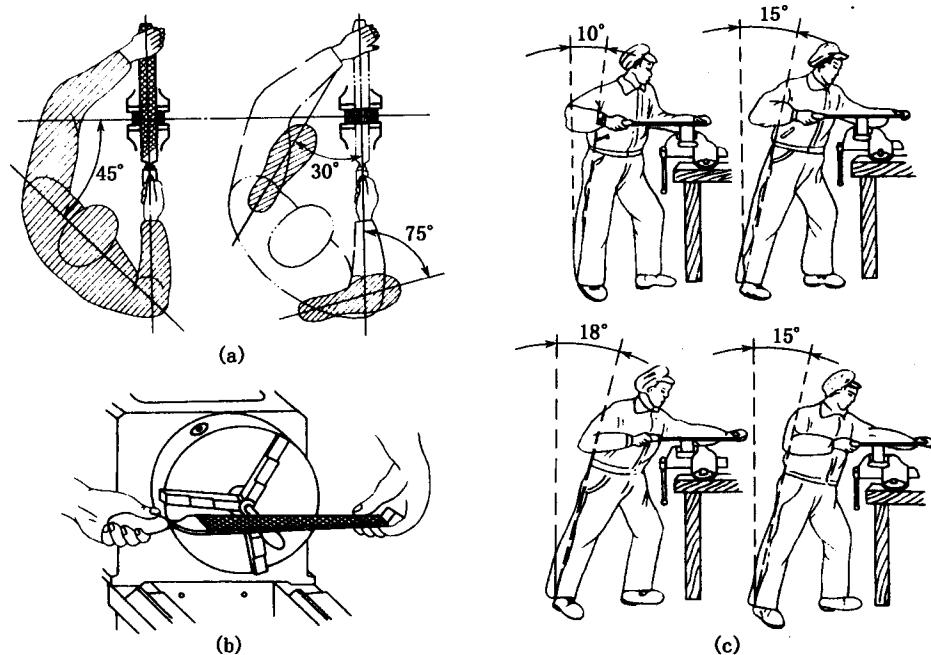

图 1-4 锉削姿势与动作要领
(1) 锉削姿势。钳工锉削时，操作者应选择适合自己身高的钳台，侧身站在钳台左侧，左脚在前略成弓步，右手握锉刀柄，左肩弯曲，左手依附在锉刀前端面上，将锉刀端平放在工件上面，如图 1-4 (a) 所示。
车工在车床用手锉刀修饰工件时，其姿势却与钳工有所不同。应为右脚靠前、左脚在后略成弓步；为了保证安全操作，避免卡盘或工件将衣袖缠绕而造成人身伤害，此时，应以左手握锉刀柄，右手依附在锉刀前端面上，将锉刀端平，如图 1-4 (b) 所示。
则稍快，如图 1-4 (c) 所示。